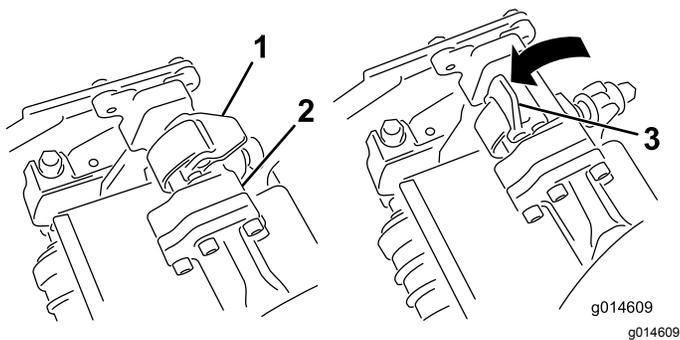
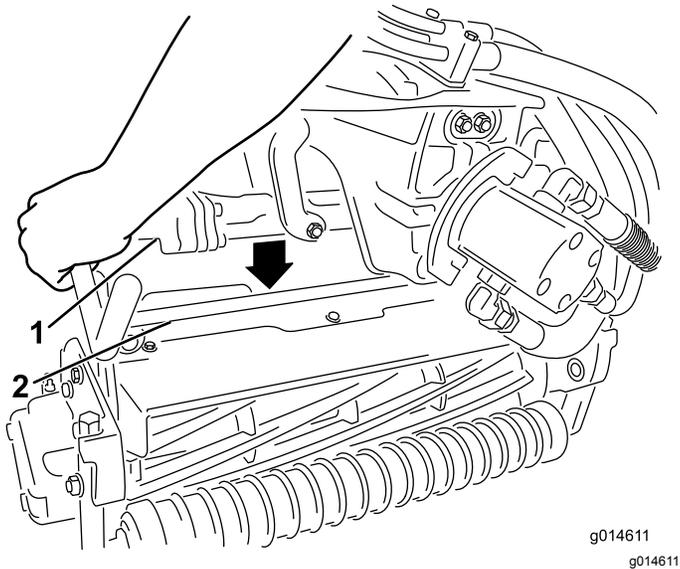

图36
图37
4. 当悬挂臂杆上的门锁指向上方即打开时 图36 向下压悬挂臂使悬挂臂杆与滚刀组上方的支架相契合 图37。
5. 向下并绕着滚刀组横杆关闭门锁将它们锁定到位图36。
5. 打开您正在拆下的滚刀组悬挂臂上的门锁图36。